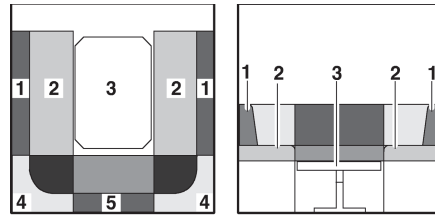

Fig. 129 Durante la transformación
- Tirar de los cojines del asiento (Fig. 129,2) hacia el centro.
- Colocar los cojines del respaldo (Fig. 129,1) entre los cojines del asiento y la pared exterior.
- Quitar los cojines del respaldo (Fig. 129,4 y 5) y ponerlos a un lado.